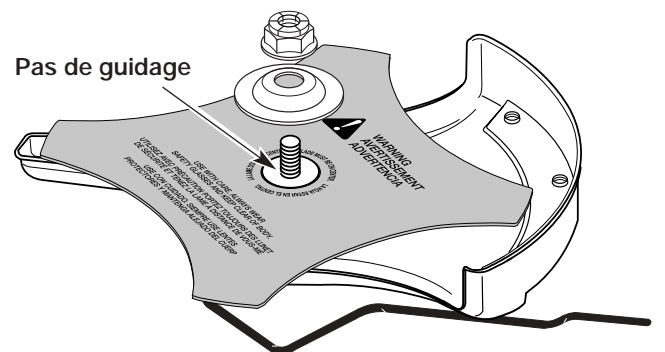

Fig. 17
2. Assurez-vous que la lame de coupe est centrée sur le pas de guidage et qu'elle repose à plat contre la bague de l'arbre de sortie (Fig. 17).